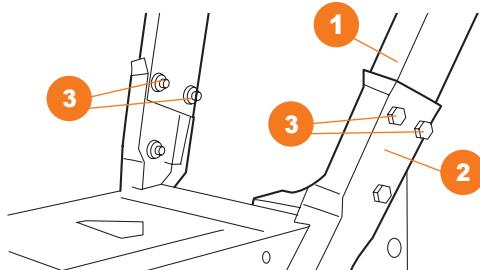

Рис. 27
- Совместите нижнюю часть ① рукоятки панели оператора с корпусом снегоуборщика ② и закрепите болтами и гайками ③ с каждой стороны (Рис. 27).